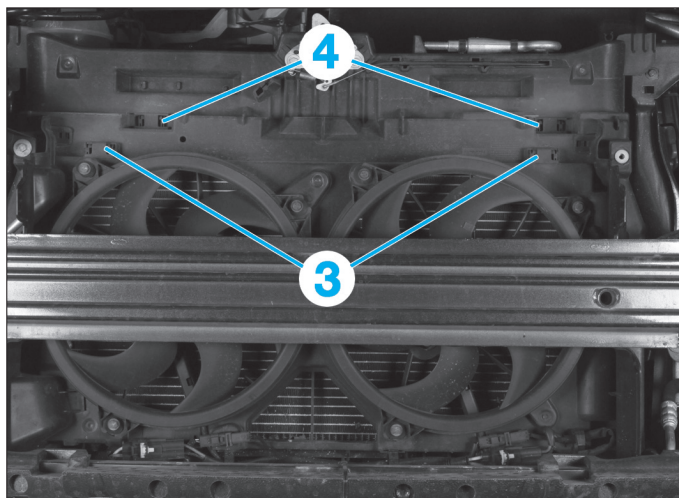

Fig. 21
- Dégrafer les agrafes (3) et (4) (Fig.21).